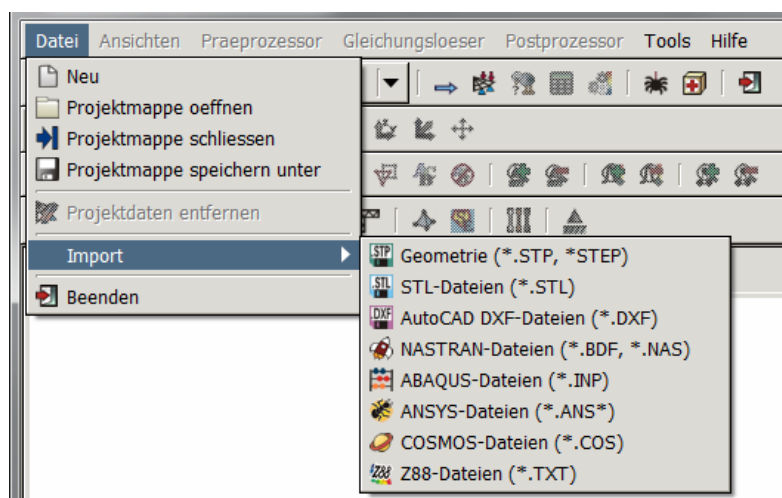

Abbildung 12: Import im Textmenü
1. Über das Textmenü (Abbildung 12)